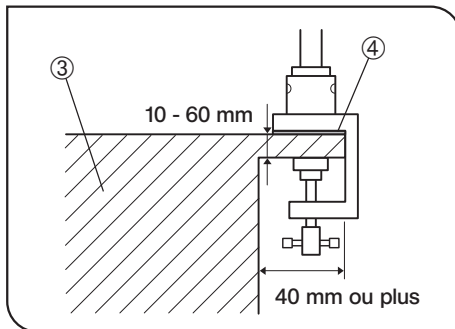

Fig. 4
1. Installer le statif sur une table solide ③ de 10 à 60 mm d'épaisseur ayant un rebord d'au moins 40 mm. (Fig. 4)
4. Si les oscillations internes sont gênantes, insérer la plaque de caoutchouc ④ fournie, sous le statif. (Fig. 4)